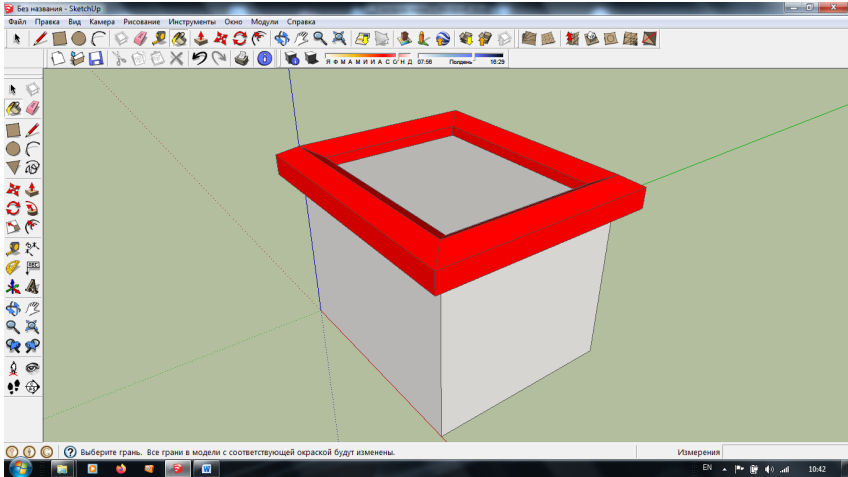

Рисунок 5.10
6. Перемістимо покажчик з профілю на прилеглу поверхню, яку необхідно змінити. Лінія закривається автоматично (рис. 5.10).